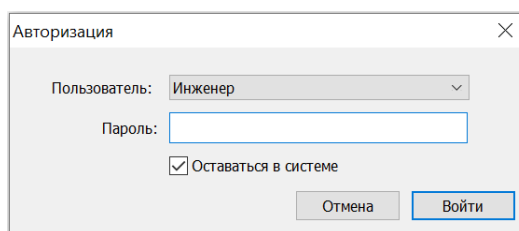

Рисунок 47
4.12.5.2.3 В появившемся окне авторизации надо выбрать пользователя с достаточными для записи правами и ввести его пароль (рисунок 47).